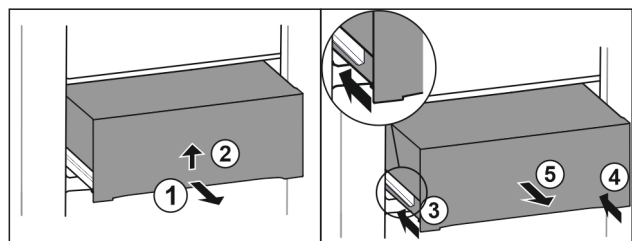

Fig. 50
- ▶ Вытяните выдвижной ящик наполовину. Fig. 50 (1)
- ▶ Поднимите выдвижной ящик за нижнюю часть. Fig. 50 (2)
- ▶ Вставьте левую направляющую. Fig. 50 (3)
- ▶ Вставьте правую направляющую. Fig. 50 (4)
- ▶ Извлеките выдвижной ящик движением вперед. Fig. 50 (5)